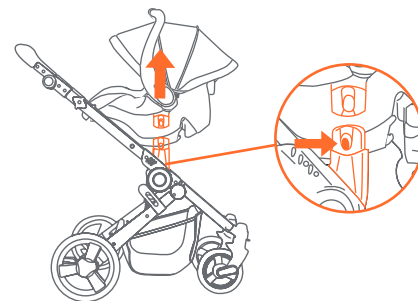

Fig. 18
- 18) • Para sacar el asiento o el asiento infantil, apretón las dos palancas de liberación y jale el asiento o el asiento infantil hacia arriba (Fig. 18).